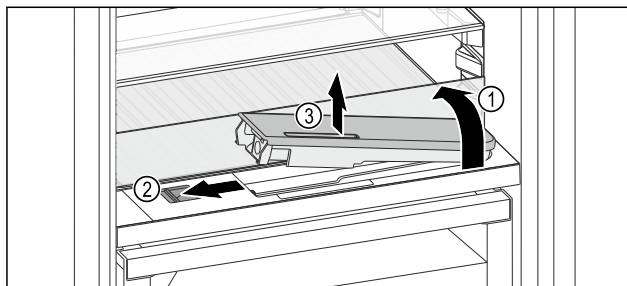

Fig. 165
- ▶ Emelje meg az üvegpolcot, és hajtja hátra ütközésig Fig. 165 (1).
- ▶ Tolja balra a tolokát Fig. 165 (2).
- ▶ Vegye ki a víztartályt Fig. 165 (3).